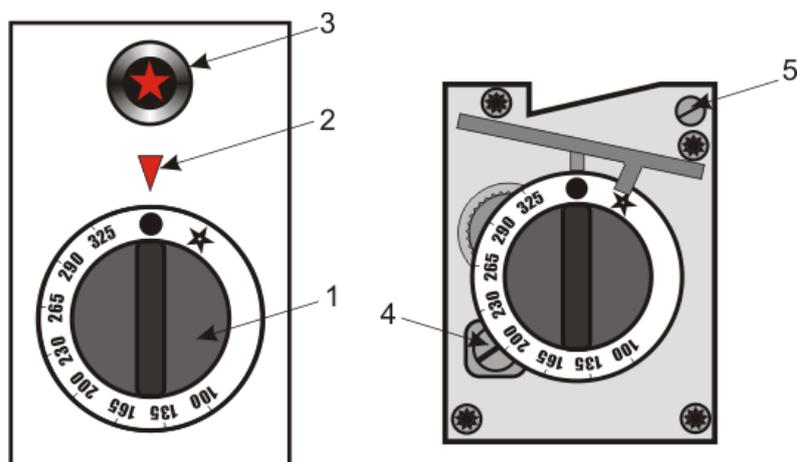

Рис.7. Конструкция крана духового шкафа:
- Закрутите регулировочный винт 4 (рис.7) **по часовой стрелке до упора**.
- Откройте регулировочный винт 4 (рис.7) **против часовой стрелки** на 1-2 оборота (в зависимости от типа газа), тем самым подав газ на основную горелку. Горелка должна загореться от запальника (для лучшего распространения пламени можно подуть на неё).
- Далее, закручивая регулировочный винт 4 (рис.7) **по часовой стрелке**, тем самым уменьшая подачу газа, добейтесь минимального пламени на горелке. Языки пламени должны быть минимальны, но при этом стабильны. Если подуть на горелку, часть языков пламени должна потухнуть, но через несколько секунд снова разгореться.
С помощью регулировочного винта 5 (см. рис.7) осуществляется регулировка подачи газа на запальную горелку духового шкафа. При повороте регулировочного винта по ходу часовой стрелки подача газа на запальную горелку уменьшается, при повороте против хода часовой стрелки – увеличивается.